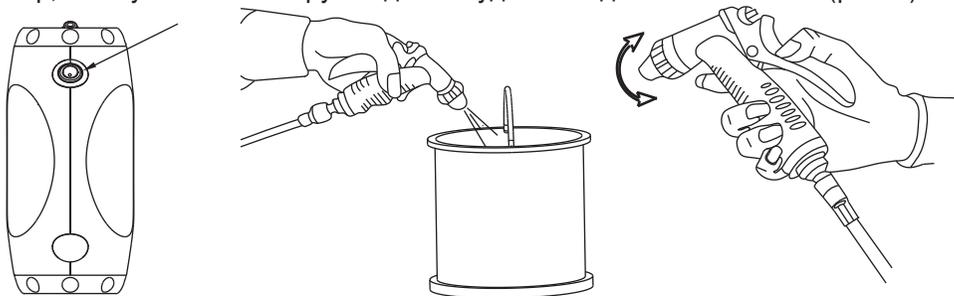

Рис.4
1. Переведите переключатель на мини-мойке в положение «ON»-Вкл. Чтобы продуть воздух в системе мойки, направьте пистолет-распылитель в емкость с водой и нажимайте на рычаг до тех пор, пока устойчивая струя воды не будет выходить из шланга. - (рис.4)
2. Для дальнейшей работы с мойкой, нажимайте пусковой механизм на пистолете-распылителе и регулируйте подачу воды и струю, насколько вам необходимо. - (рис.4). Когда вы не нажимаете на пусковой механизм, динамическое давление автоматически отключает электромотор устройства. При нажатии пускового механизма, падение давления автоматически запускает электромотор устройства, и давление восстанавливается с незначительной задержкой.